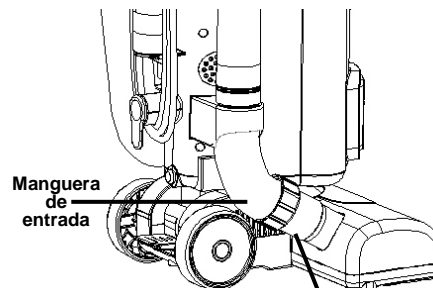

Fig. 35
2. Sostenga la manguera de entrada y extráigala del conector del cepillo para piso. (Fig. 35)